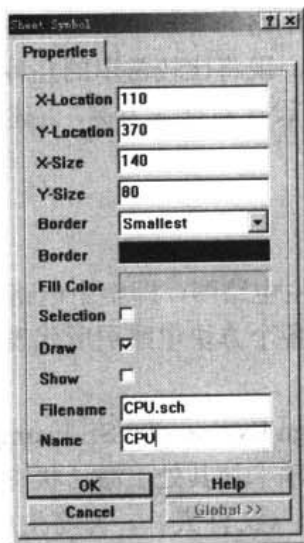

图 6-9 设置 Sheet Symbol (方块电路图符号) 属性对话框
- (5) 设置 CPU 方块电路图属性: 按下 Tab 键, 弹出 Sheet Symbol (方块电路图符号) 属性对话框, 如图 6-9 所示, Filename 属性设置方块电路图代表的原理图文件名, 将其设置为 Cpu.sch, Name 属性用于设置方块电路图的名称, 将其设置为 CPU, 单击 OK 按钮加以确认。